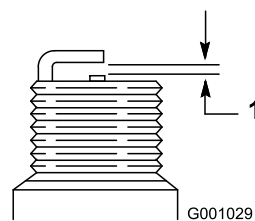

Figure 45
6. Réglez l'écartement des électrodes de la nouvelle bougie à 0,76 mm (Figure 45).